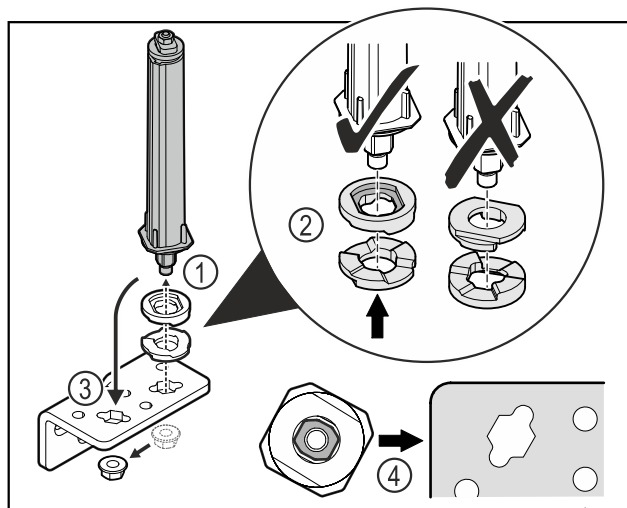

Fig. 20
- Odkręcić nakrętkę i wyjąć system blokujący drzwi Fig. 20 (1).
- Zwracać uwagę na prawidłowe ustawienie podkładek do regulacji wysokości Fig. 20 (2).
- Przełożyć system blokujący drzwi w zawiasie i zamocować nakrętką Fig. 20 (3).
- Przy wkładaniu zwracać uwagę na prawidłowe ustawienie systemu blokującego drzwi Fig. 20 (4).